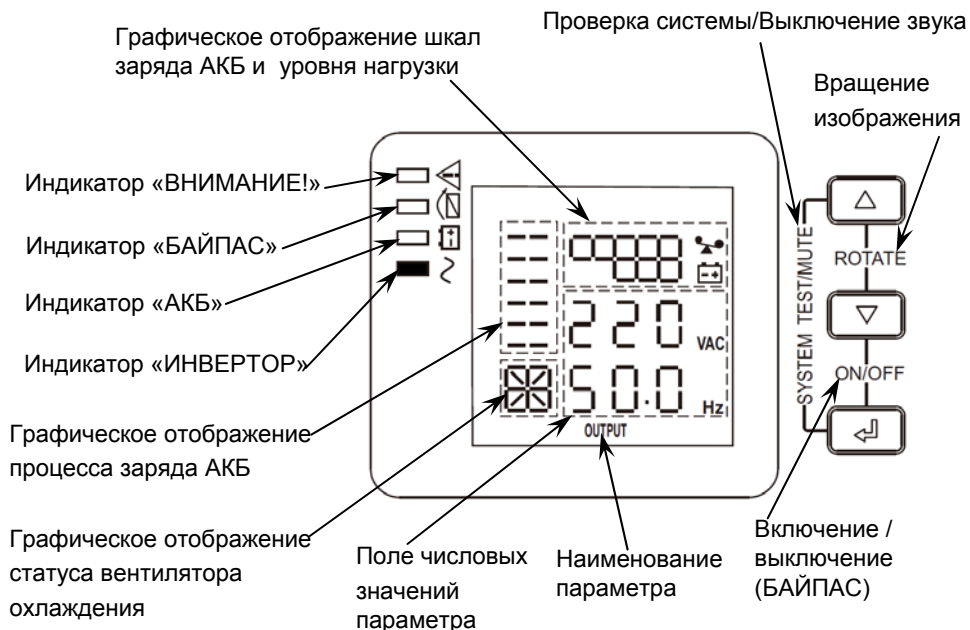

Рисунок 3. Передняя панель изделия при монтаже в горизонтальном положении (на ЖК-дисплее отображены выходные параметры изделия (параметр OUTPUT))
**На ЖК—дисплее** отображаются значения основных параметров изделия (см. рисунок 3).
- При наличии напряжения питающей сети в пределах допустимого диапазона (см. п.1...п.3 таблицы 1) изделие питает нагрузки и осуществляет заряд АКБ. На ЖК-дисплее отображается величина выходного напряжения и значение его частоты (см. рисунок 3).